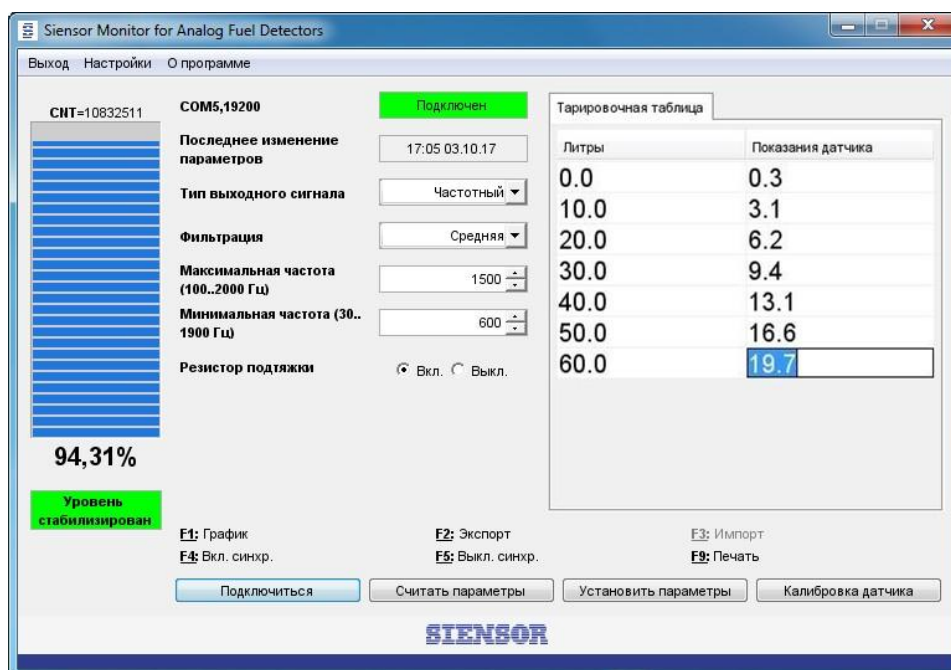

Рис. 4.2 «Siensor Monitor» – главное окно
3. Запустите программу «Siensor Monitor». Откроется главное окно программы (рис. 4.2), в котором отображены текущие настройки подключенного ДУТ.